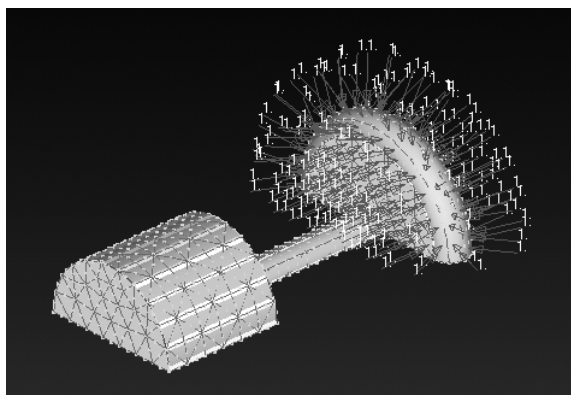

图 5-100 FEA 模型条件加载
3) 将压力和温度用于与 FEA 模型相适应的位置。具体的值不重要，Autodesk CFD 会计算后覆盖，如图 5-100 所示。